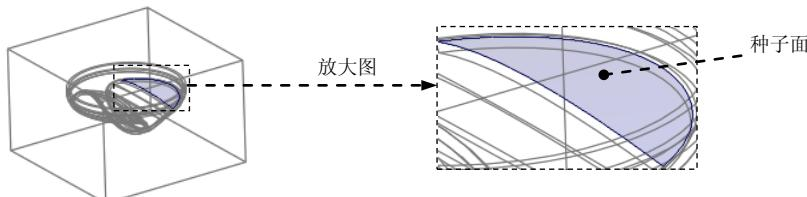

图 11.17 定义种子面
(1) 采用“种子面与边界面”的方法选取所需要的曲面。在屏幕右下方的“智能选取栏”中选择“几何”选项。
(2) 将模型切换到线框模式下。在“模型显示”工具栏中单击“线框显示”按钮 **线框**。
(3) 选取图 11.17 中的内表面为种子面。